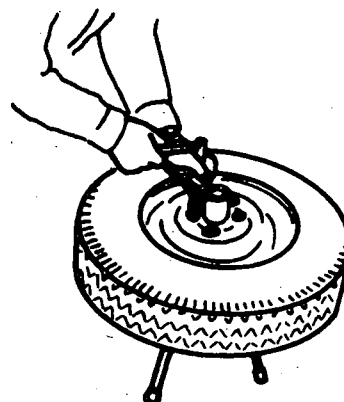

Fig. 2
- e Fixe a roda ao flange (fig. 2).